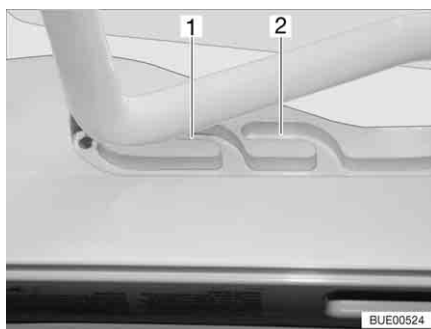
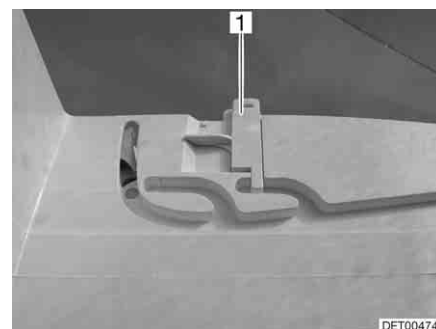

Fig. 62 Oblò Heki in posizione di ricircolo d'aria
Fig. 63 Bloccaggio della posizione di ricircolo d'aria
È possibile portare l'oblò Heki in due posizioni di ricircolo d'aria: Posizione brutto tempo (Fig. 62,1) e posizione centrale (Fig. 62,2). A seconda del modello, l'oblò può essere bloccato sulla posizione centrale del suo telaio con i due chiavistelli (Fig. 63,1) di sinistra e destra.
- Premere la staffa leggermente verso l'alto, spingerla nella guida selezionata (Fig. 62,1 o 2) ed eventualmente bloccarla.